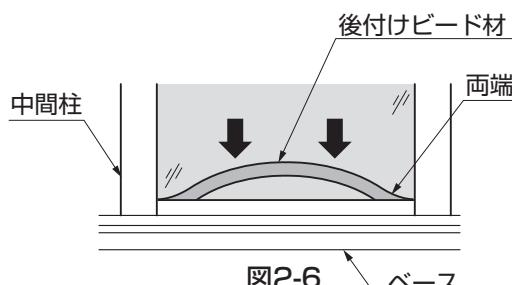
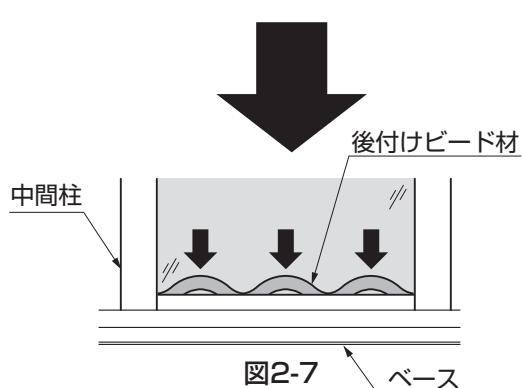

図2-6
図2-7
- 後付けビード材を取付ける際は、図2-6のように取付ける面の中心部分をたるませた状態で、両端部分および中間の1~2箇所を先に押込み、図2-7のようにたるみ部分の中心から広げるように押込んでいきます。